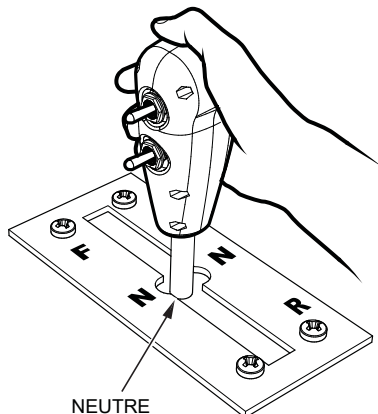

Figure 18. Levier de déplacement (neutre)
4. S'assurer que le levier de déplacement du rouleau (Figure 18) est en position neutre.